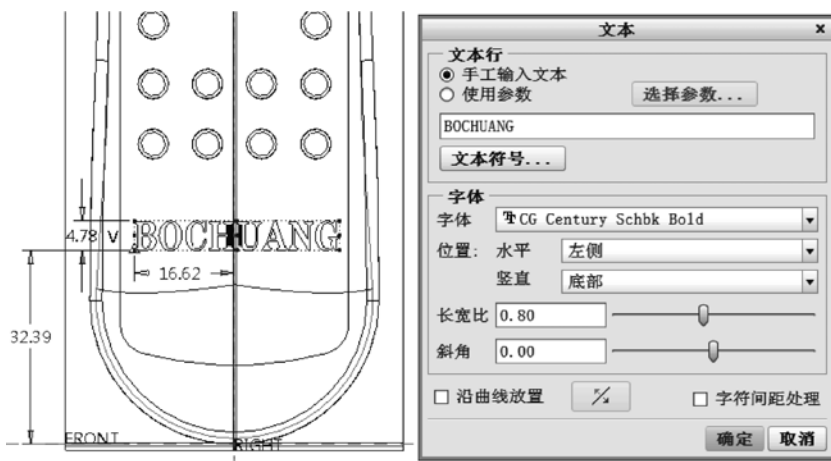

图 6-76 创建文本
⑤ 在“修饰草绘”对话框中单击“草绘”按钮，进入草绘模式，接着在“草绘”选项卡的“设置”面板中单击“草绘视图”按钮，从而定向草绘平面使其平行于屏幕。
⑥ 在“草绘”选项卡的“草绘”面板中单击“文本”按钮，接着在草绘区域指定两点以定义文本的大概高度和位置，系统弹出“文本”对话框。在“文本行”选项组的文本框中输入“BOCHUANG”，在“字体”选项组的“字体”下拉列表框中选择“CG Century Schbk Bold”，将“长宽比”设置为 0.8，“斜角”默认为 0，如图 6-76 所示。然后在“文本”对话框中单击“确定”按钮。